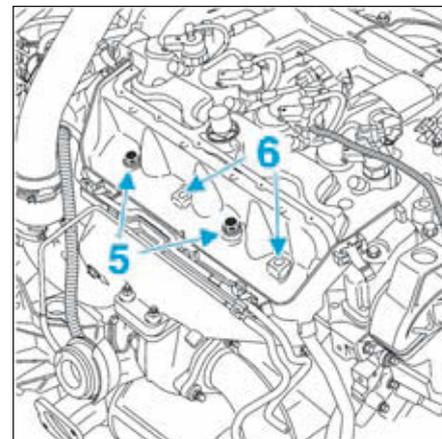

FIG.144
- Pour centrer le protecteur de rampe d'injection, presser les vis (5) du protecteur et (6) de la rampe d'injection (Fig.144).